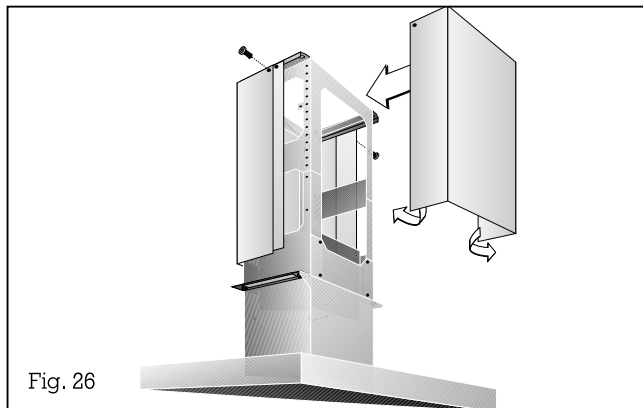

Fig. 26
13. Fixez avec 2 vis en haut du bâti porteur la partie supérieure de la cheminée, sans bande magnétique (fig. 26).
14. Cintrez légèrement la deuxième moitié de la cheminée (avec bande magnétique), la faire glisser sur la première partie, ajuster (ne pas laisser de fente) et visser avec 2 vis en haut du bâti porteur (fig. 26).